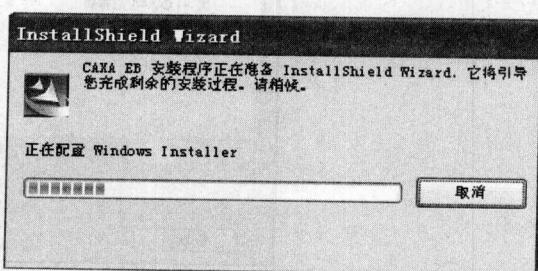

图 1-3 安装程序准备
(3) 单击“确定”按钮后，进入如图 1-3 所示的安装向导界面，系统自动进入安装程序准备状态。